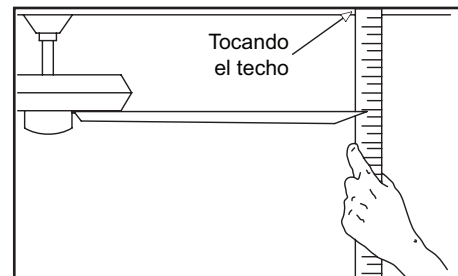

Figura 12
2. La mayoría de los problemas de oscilación del ventilador se deben a que las aspas no están al mismo nivel. Verifica este nivel seleccionando un punto en el techo sobre la punta de una de las aspas. Mide desde un punto en el centro de cada asa al punto en el techo. Mide esta distancia como se muestra en la Figura 12. Gira el ventilador hasta que la siguiente asa quede en posición para medir. Repite el procedimiento para cada asa. Las desviaciones de la medición no deben pasar de 3.2 mm. Deja que el ventilador funcione por 10 minutos.